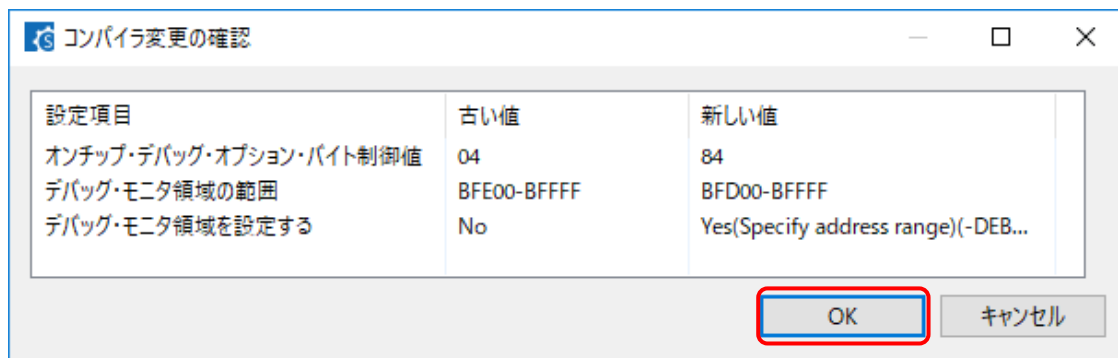

図 4-10 リンカ・オプション確認ダイアログ
[システム] タブで、図 4-9 の (1) から (3) の設定を行ってから (4) の [コード生成] ボタンをクリックすると、統合開発環境 CS+のリンク・オプション更新を確認する図 4-10 のダイアログが表示されます。